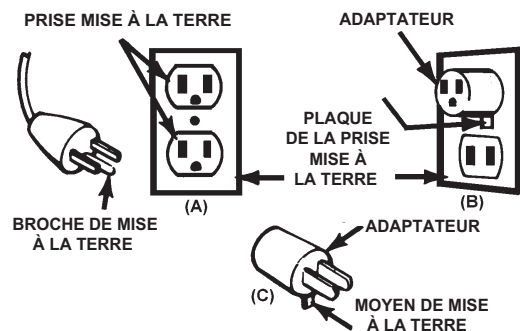

FIGURE 1 MÉTHODES DE MISE À LA TERRE
Le cordon électrique du chargeur est muni d'un fil de mise à la masse et d'une fiche à broche de mise à la terre. Le chargeur doit donc être raccordé à une prise de courant mise à la terre conformément au code de l'électricité et aux règlements municipaux. Ce chargeur de batterie est conçu pour être raccordé à un circuit électrique de 120 V et son cordon est muni d'une fiche comme celle que l'on retrouve sur la figure 1 (A). Cette fiche doit être branchée dans une prise mise à la terre. La broche et les deux lames de la fiche doivent s'adapter à la prise de courant (sortie).
ADAPTATEUR : Un adaptateur temporaire, comme le montre la figure 1 (B) et (C), peut être employé pour brancher la fiche du chargeur à une prise bipolaire, comme le montre la figure 1 (B).